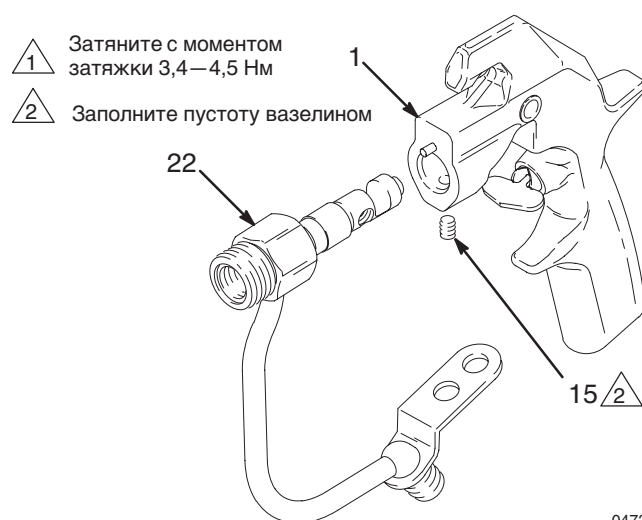

Рис. 18 04736
6. Вдвигайте корпус для жидкости (22) на корпус пистолета-распылителя (1) до его полной посадки. Затяните установочные винты (15) с моментом затяжки to 3,4—4,5 Нм. Заполните пустоты установочных винтов вазелином. См. Рис. 18.